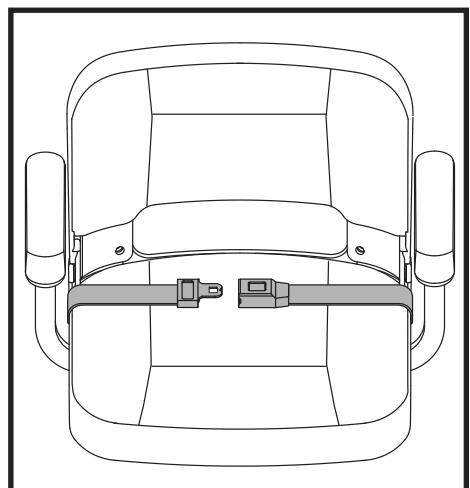

Abb. 29. Rückhaltegurte - Rückhaltegurt mit Schloss
Ihr Elektromobil ist mit einem KFZ-typischen Rückhaltegurt ausgestattet, der dem Benutzer angepaßt werden kann. Siehe Abb. 29 oder 30. Der Rückhaltegurt wurde konzipiert, um ein Auf- oder Abwärtsrutschen des Fahrers zu verhindern. Der Rückhaltegurt ist nicht als Rückhaltesystem entwickelt worden.
1. Schloßzunge in das Schloßteil stecken, bis der Schnellverschluß hörbar einrastet. Siehe Abb. 29.